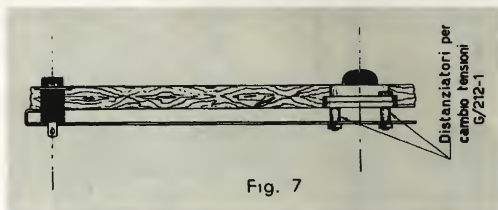

Fig. 7
4) Cambio tensioni - va montato sul telaio, come indicato in fig. 7, tramite due distanziatori cilindrici, servendosi di viti da mm. 3 x 20.